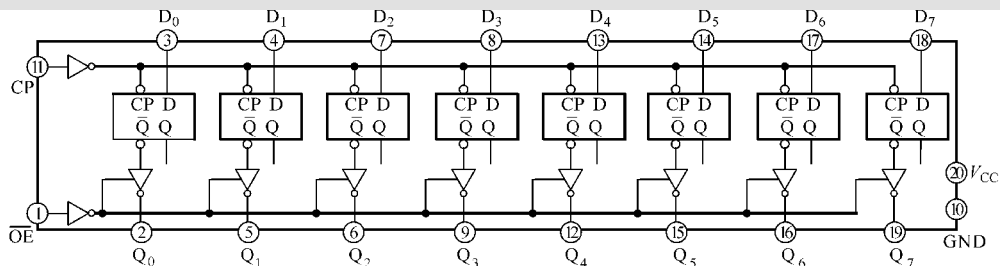

图 9-31 8D 触发器 74LS374 的内部结构框图
在图 9-30 电路中,执行指令的核心元器件为一个 8D 触发器,想要了解电路对输入的键控指令如何处理,首先要了解这个 8D 触发器能够实现什么样的功能,一般需要先弄清楚这个集成电路的内部结构是怎样的,然后根据内部结构框图再分析其执行或处理指令的过程。图 9-31 所示为 8D 触发器 74LS374 的内部结构框图。
由图 9-31 可知,8D 触发器 74LS374 是一种具有八个输入端和八个输出端的集成电路,其内部由八只 8D 触发器和八只非门构成,当输入端 D 为低电平时,对应的输出端 Q 也为低电平,例如,当③脚输入指令信号为低电平时,其②脚相应输出低电平。